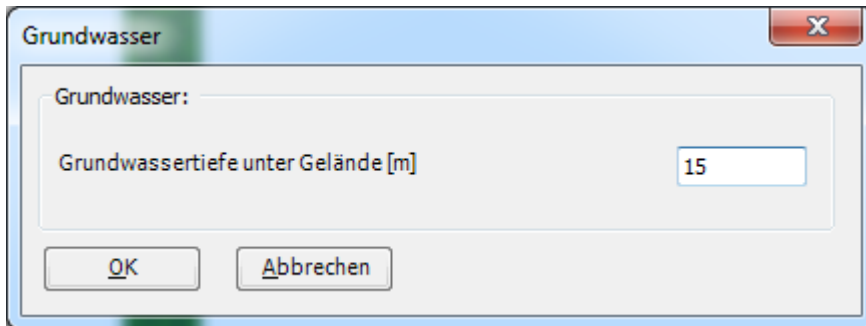

Bild 3.16 Dialogfeld "Grundwasser unter Gelände"
- Doppelklicken Sie auf Grundwasserspiegel. Das entsprechende Dialogfeld (Bild 3.16) erscheint, um das Grundwasser unter Gelände zu modifizieren